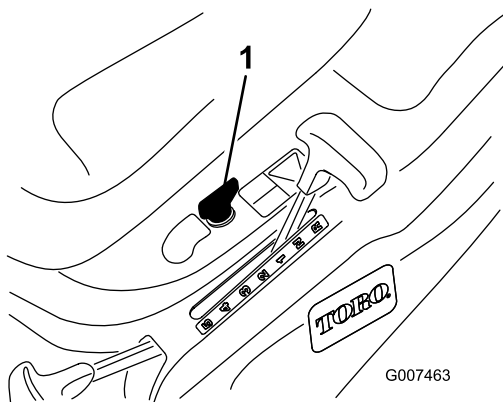

Figure 14
S'il est nécessaire d'utiliser la commande des lames (PDF) en marche arrière, désactivez ce dispositif de sécurité à l'aide du commutateur KeyChoice situé près du support du siège (Figure 14).
2. Introduisez la clé KeyChoice dans le commutateur (Figure 14).